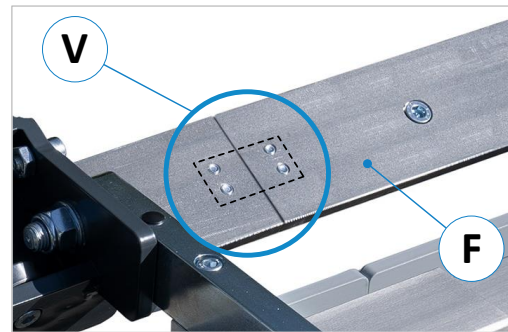

Abbildung 10: Verbindungslasche BK/F und E/KF
Die geneigt montierten Führungs-Flachstähle (F) der Rollenbahn mit der angeschraubten Verbindungslasche (V) von der Rückseite aus fest miteinander verschrauben (siehe ⇒ Abbildung 10). Beim Anbringen der Verbindungslasche (V) ist darauf zu achten, dass die Flachstähle exakt bündig zueinander fluchten → Der Luftspalt zwischen den Flachstählen sollte so gering wie möglich sein.